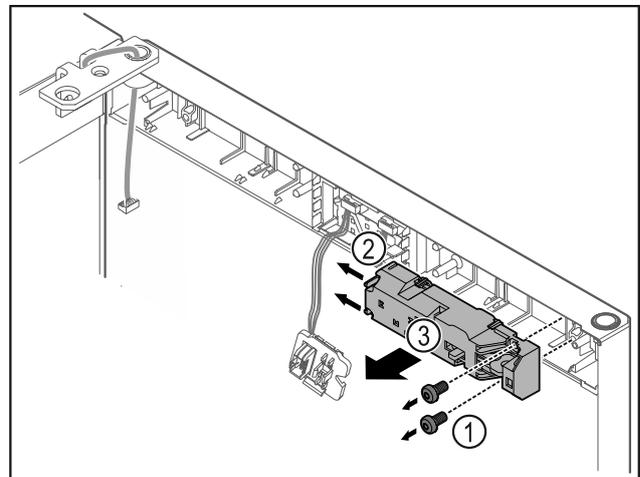

Fig. 21
- ▶ Schrauben Fig. 21 (1) entfernen.
- ▶ Rastnasen Fig. 21 (2) zur Seite drücken und Fernschloss Fig. 21 (3) abnehmen.